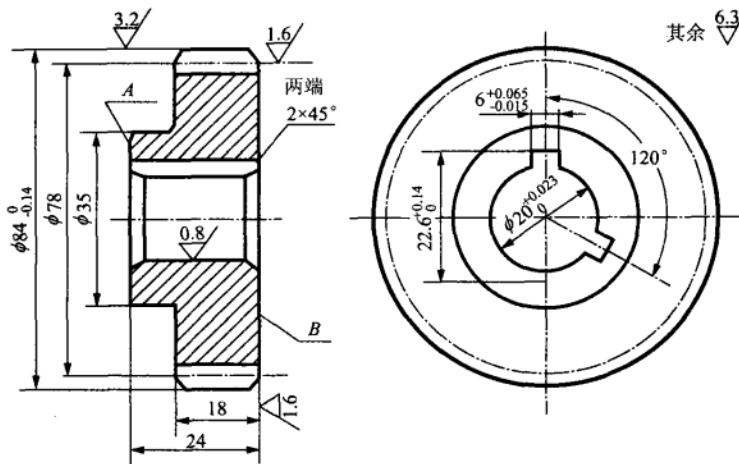

图 1.2 齿轮
(3) 在成批生产条件下, 加工图 1.2 所示之齿轮, 毛坯为 45 钢模锻件, 试按表 1.2 的加工顺序, 用数码区分工序(1,2,3...), 安装(一,二), 工位(I, II)及工步((1),(2),(3)...).
(6) 某轴承厂试制新品种轴承，一次投入 35 套；另一机床厂，每年生产中心高为 200mm 的车床 4000 台，试划分各属于哪种生产类型？
(7) 生产纲领的含义是什么？若在不同生产类型下（单件、成批、大量）加工如图 1.2 所示的齿轮，试比较各种生产类型的工艺过程及生产组织的特点。
(1) 图 1.2 所示齿轮的设计基准及装配基准，滚切齿形时的定位基准及度量基准。